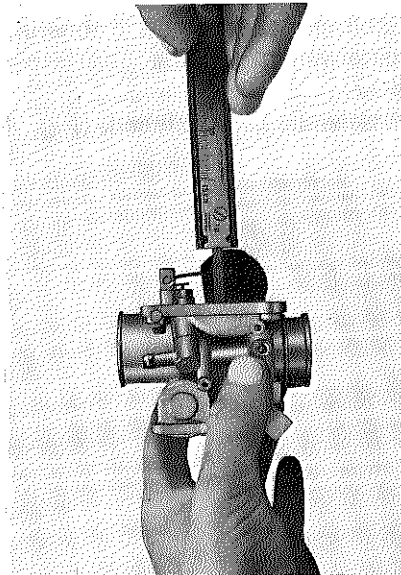

Fig. 4-2-15
- e. Using a vernier caliper, measure the distance of the float arm from the top of the float chamber gasket seat (gasket removed) to the float arm. (Fig. 4-2-15)
- e. A l'aide d'un pied à coulisse, mesurer alors la distance entre la lamelle du flotteur et le plan du joint de cuve à flotteur (joint enlevé): cette distance est le "niveau du flotteur". (Fig. 4-2-15).
- e. Mit einer Schublehre den Abstand vom Schwimmerhalter zur Oberkante des Dichtungssitzes (Dichtung entfernt) am Schwimmergehäuse messen. (Fig. 4-2-15)